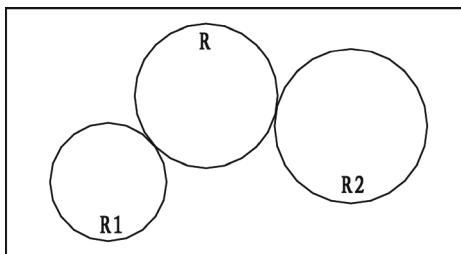
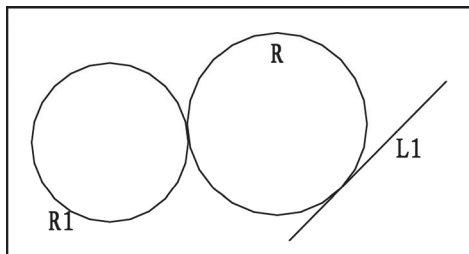

图 2-42 相切圆示例 1
图 2-43 相切圆示例 2
### 2) 绘制如图 2-42 和图 2-43 所示的“相切、相切、半径”图形。
① 输入“相切、相切、半径”命令，依次选取 R1、R2 对象，指定 R 半径后，完成图 2-43 的绘制。